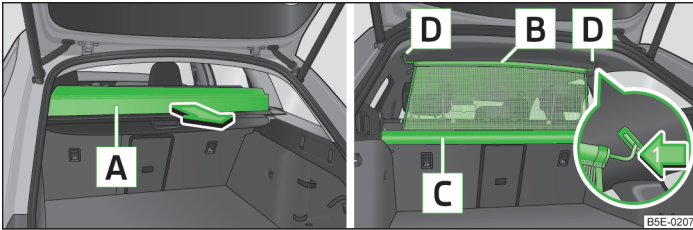
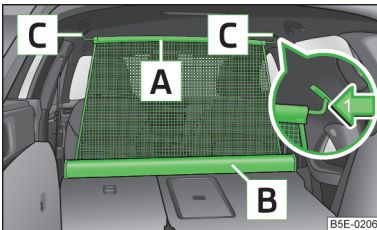

Abb. 102 Teil der aufrollbaren Gepäckraumabdeckung aufklappen / Netztrennwand hinter den Rücksitzen im herausgezogenen Zustand
Abb. 104
- Sich überzeugen, dass die Querstange der Netztrennwand fest in den Aufnahmen **D** » Abb. 102 auf Seite 100 bzw. **C** » Abb. 104 auf Seite 101 eingehängt ist.
- Einen Teil der aufrollbaren Gepäckraumabdeckung **A** in Pfeilrichtung » Abb. 102 aufklappen.
- › Die Netztrennwand an der oberen Querstange **A** aus dem Gehäuse **B** » Abb. 104 ziehen.